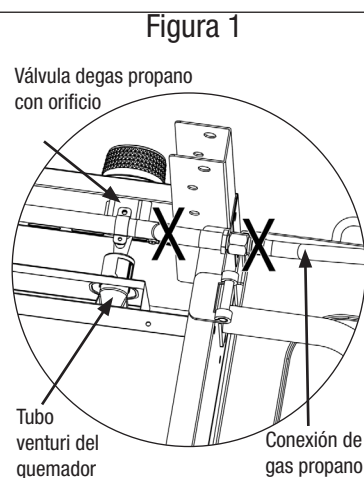

Figura 2
- Asegúrese de que las perillas de control están en la Posición “ APAGADO”. Vea la Figura 2.
3. Todas las perillas tienen que estar en la posición “APAGADO”. Vea la Figura 2.
2. Gire la perilla de control en el sentido de las manecillas del reloj a la posición 🔴 (APAGADO) (vea Figura 2).